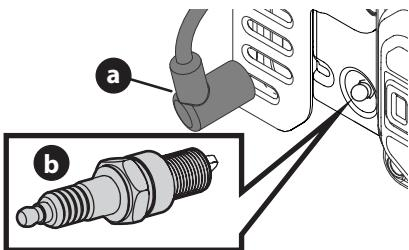

Figure 13
1. Dégagiez la gaine de la bougie (a) et utilisez une clé à bougie (b) pour la démonter (Figure 13).